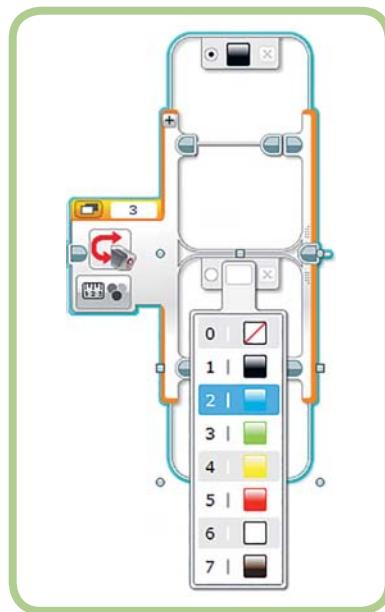

Рис. 5.20. Выбор цвета
- Щелкни по квадрату в верхней части нижнего раздела и выбери вариант **Синий** (Blue), как показано на рис. 5.20.